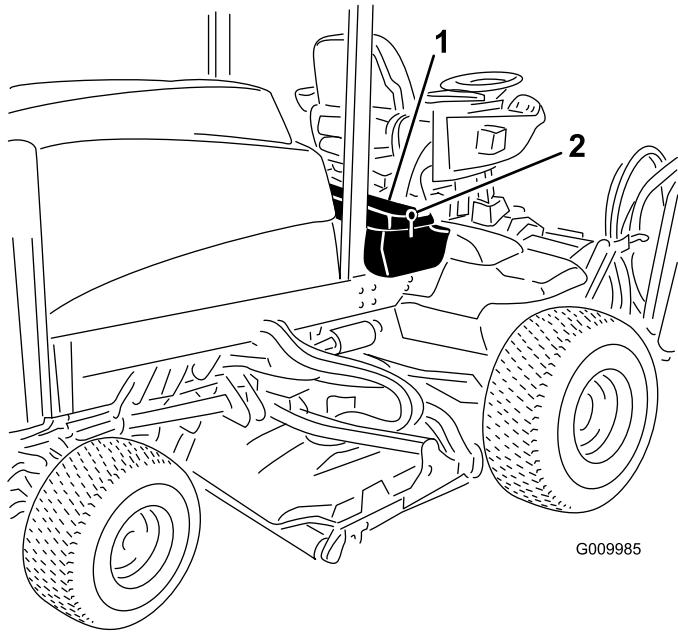

図 74
- 運転席のコンソールパネルのラッチを外して持ち上げる図 74。